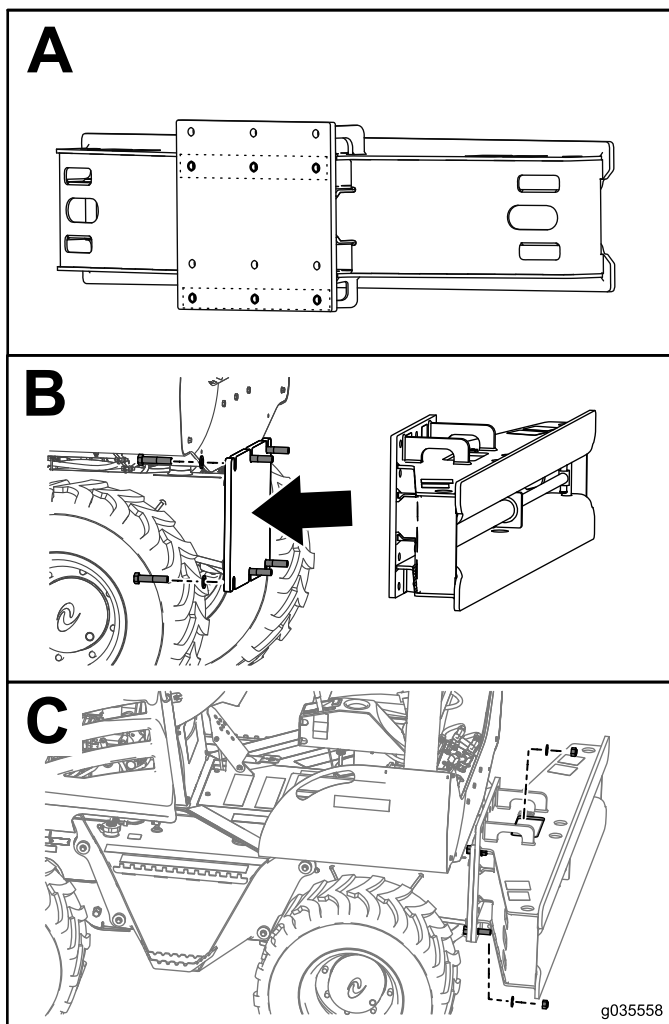

Figura 1
2. Localize as 2 fileiras de furos na placa de suporte a serem utilizadas para fixar a valetadeira à máquina (Caixa A da Figura 1).
3. Fixe a estrutura do implemento de deslocamento lateral na máquina com os 6 parafusos ($\frac{3}{4}$ " x $3\frac{1}{2}$ "), 12 arruelas e 6 porcas autotravantes, como mostrado na Caixa B e na Caixa C da Figura 1.